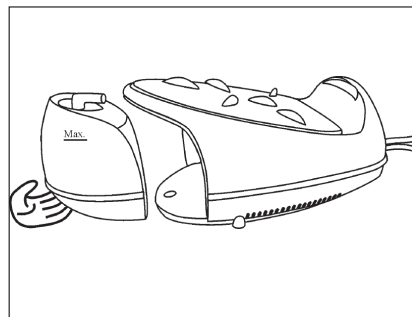

Fig. 8
4. Puneti la loc filtrul si remontati tancul de apa, ca in Fig. 8.